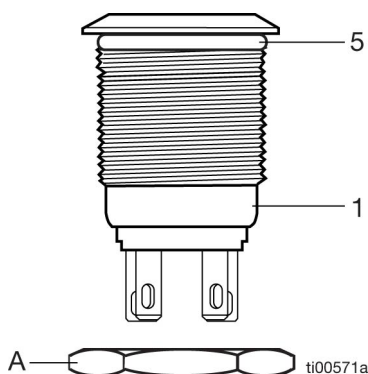

FIG. 1
3. Rimuovere il controdado (a) dal pulsante (1). Installare l'O-ring (5) (FIG. 1).